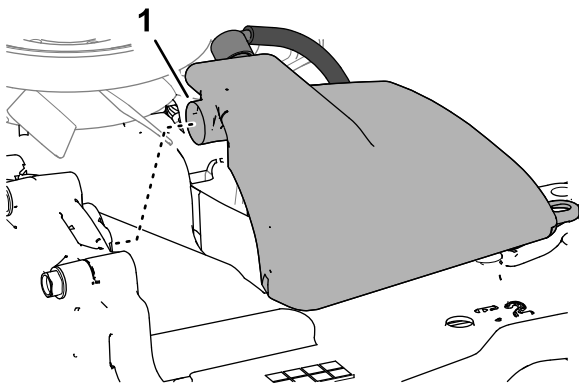

Figura 59
3. Retire el depósito de expansión del transeje (Figura 59).